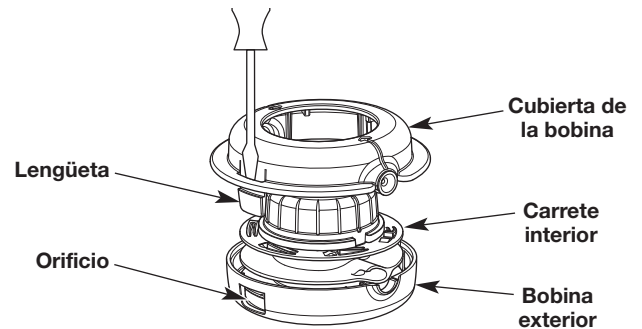

Fig. 5
- c. Suavemente incline el destornillador para destrabar la lengüeta del orificio (Fig. 5).
- e. Retire la cubierta de la bobina (Fig. 5). **NO** intente extraer ninguna otra pieza del cabezal de corte.
- g. Utilice una tela limpia para limpiar el carrete interior, la bobina exterior y la cubierta de la bobina (Fig. 5).
- h. Se deben alinear las lengüetas de la cubierta de la bobina con los orificios de la bobina exterior (Fig. 5). Oprima la cubierta de la bobina sobre la bobina exterior hasta que las lengüetas entren a presión firmemente en los orificios.